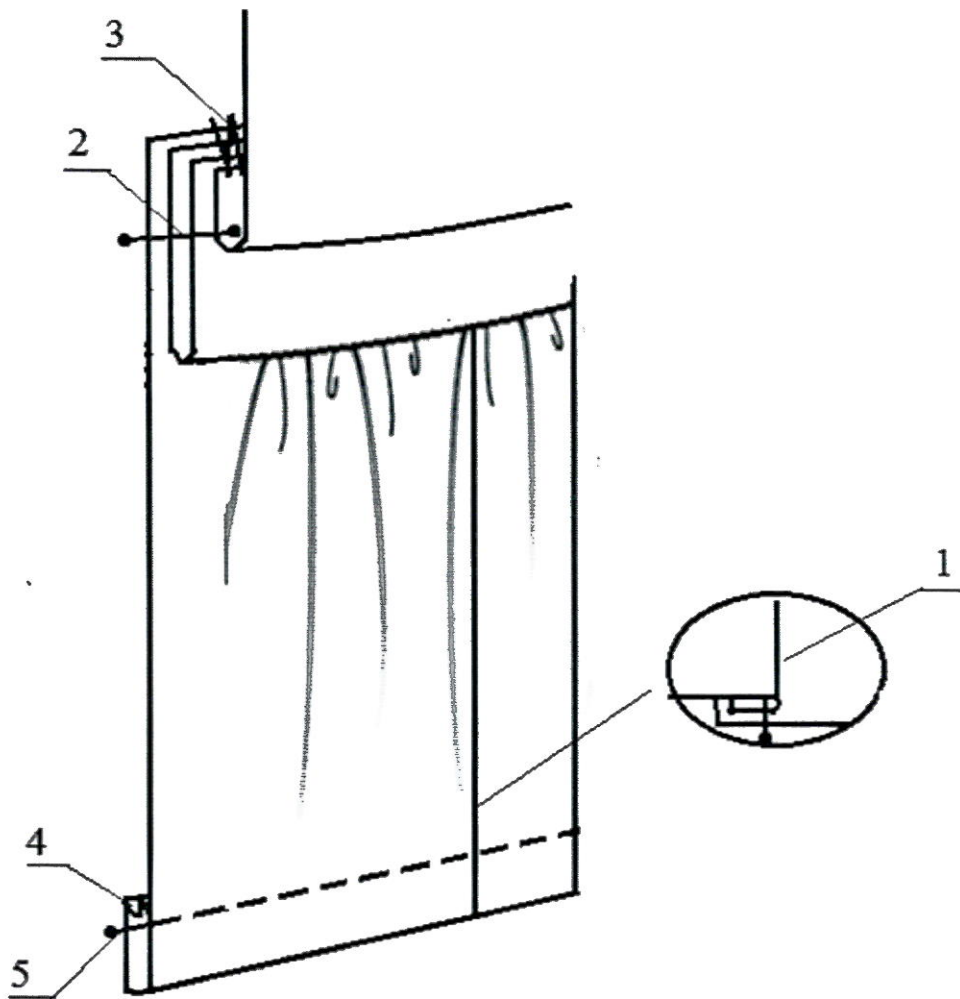

Рисунок 2 – Схема обработки рукава свитшота
2) *При пошиве можете воспользоваться рекомендованной технологической последовательностью изготовления, приведенной ниже (стр. 7), а также схемой обработки (стр. 8, рис. 2), или применить свой метод изготовления, не ухудшающий качество и полностью соответствующий заданному внешнему виду фрагмента модели женского свитшота.*